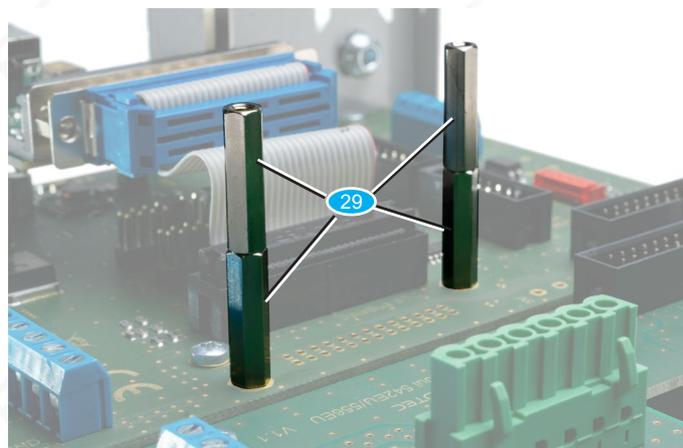

Bild 13: Doppelte Distanzhülsen
- Schrauben Sie zunächst auf die noch offenen Distanzhülsen auf dem MC Bob (neben dem MC Drive-Module, siehe Bild 13) zwei weitere Distanzhülsen, so dass sich die doppelte Höhe ergibt.